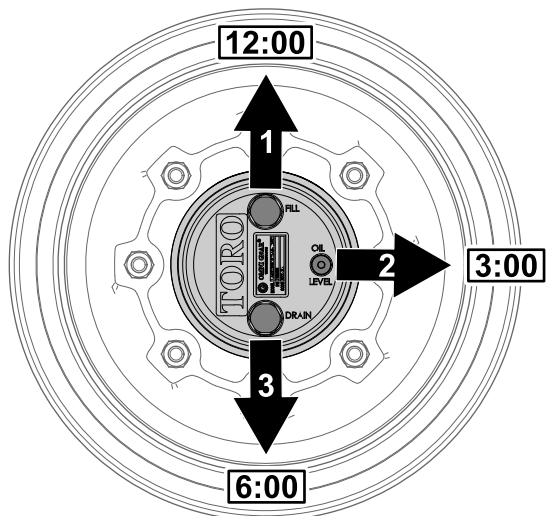

Figure 98
1. Garez la machine sur une surface plane et horizontale, tournez la roue de sorte que le bouchon de remplissage soit à la position 12 heures, le bouchon de contrôle soit à la position 3 heures et le bouchon de vidange soit à la position 6 heures (Figure 98).
position 3 heures et le bouchon de vidange soit à la position 6 heures ; voir Figure 98 sous Contrôle du niveau de lubrifiant du train planétaire (page 71).